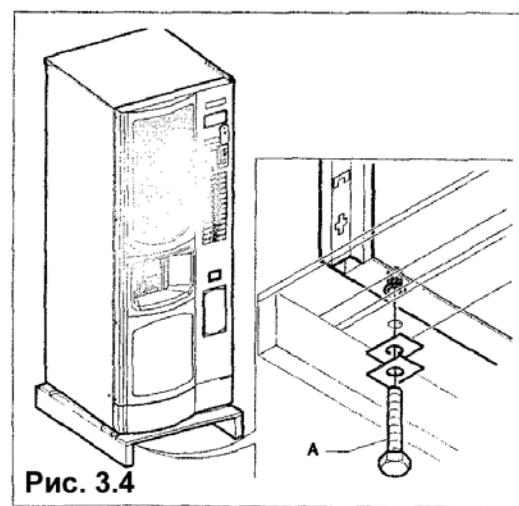

Рис. 3.4
- Снимите автомат с транспортировочного поддона, открутив винты (A), которые крепят фиксирующие прозрачные эккеры к поддону (рис. 3.4).